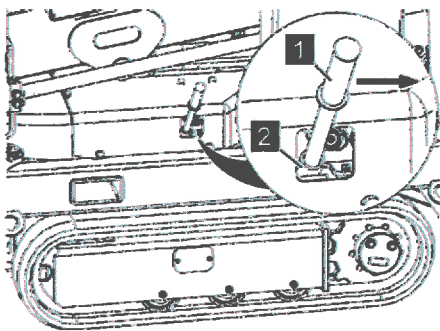

Abb. 68: Verriegelungshebel
4. Den Verriegelungshebel (Abb. 68/1) für die Fahrwerksverstellung in den Verriegelungsbolzen (Abb. 68/2) stecken.
5. Die Verriegelung durch Drücken des Verriegelungshebels (Abb. 68/1) in Pfeilrichtung lösen.
6. Den Verriegelungshebel (Abb. 68/1) in geöffneter Position festhalten und die beiden Stützen auf der einzufahrenden Kettenfahrwerksseite vorsichtig anheben, also das Chassis auf dieser Seite absenken, so dass sich das Kettenfahrwerk einschließt (☞ Kapitel 6.5 „Maschine in Arbeitsstellung bringen“ auf Seite 68).
7. Den Verriegelungshebel (Abb. 68/1) loslassen und entnehmen.